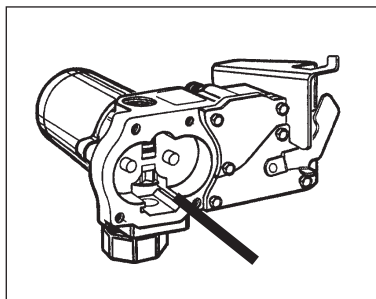

Figura 7
- Empurre o gatilho para baixo até que o anel em O fique exposto dentro do alojamento. (Figura 7)